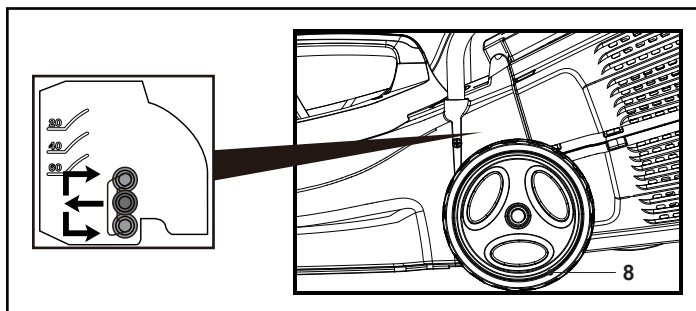

Fig. 9
3. Selecione uma ranhura e insira o eixo da roda (8) (Fig. 9).